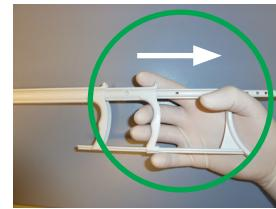

Afbeelding 4 – Overtollige gedeelte stentsysteem
28. Voorafgaand aan ontplooiing van de stent dient het overtollige gedeelte (zie gemarkeerd gebied in afbeelding 4) van het stentsysteem buiten de patiënt te worden verwijderd.
- Verwijder het overtollige gedeelte (zie gemarkeerd gebied in Afbeelding 4) van het stentsysteem dat zich buiten de patiënt bevindt.